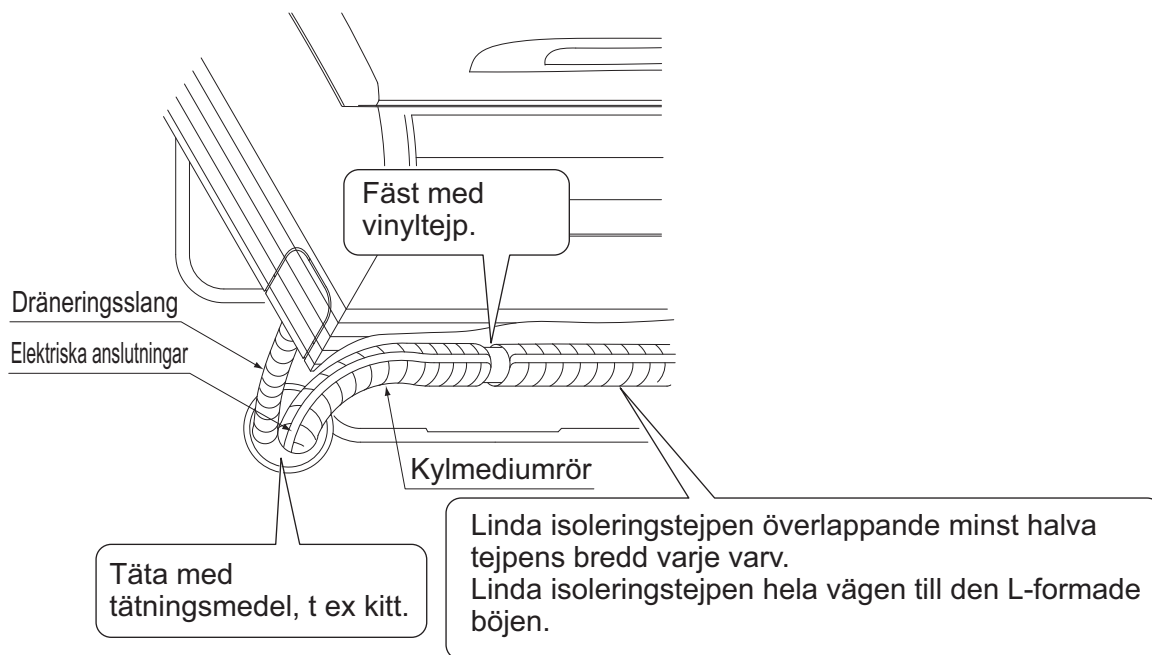

Bild 11
(4) För kablage mellan enheter, jordkabel och fjärrkontrollkabel genom kabelguiden på inomhusenhetens baksida och ut på framsidan.
(5) Anslut rören. (Se "6. KYLMEDIUMRÖRDRAGNING" och bild 11)